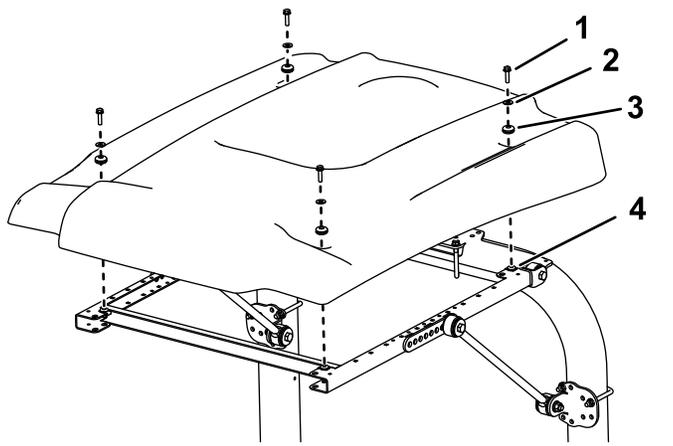

図 13
14. 図 13 に示すようにサンシェードをフレームに載せて、取り付け穴を整列させる。
15. サンシェードの各コーナー部をフレームに仮止めするフランジヘッドボルト5/16 x 1 1/4"1本、小さいワッシャ1枚、ハトメ1個を使用する図 13。